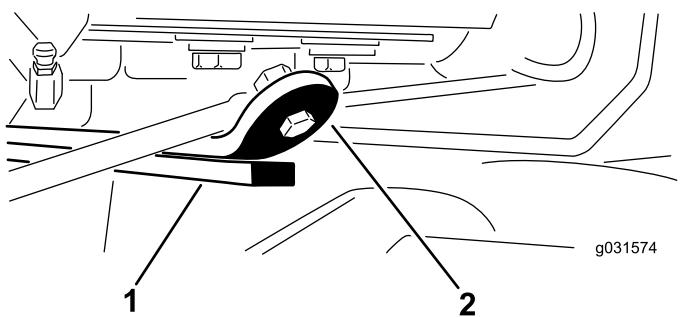

図 15
3. エンジンを始動し、昇降アームを上昇させて、後カッティングユニット上部にあるウェアバーのウェアストラップとバンパーストラップとの間のすき間が、0.51-2.54 mm になっていることを確認する図15。